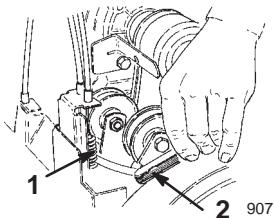

Figure 29
5. Maintenez le levier et insérez une jauge d' épaisseur de 0,25 mm (0,010") entre un enroulement au centre du ressort (Fig. 29).